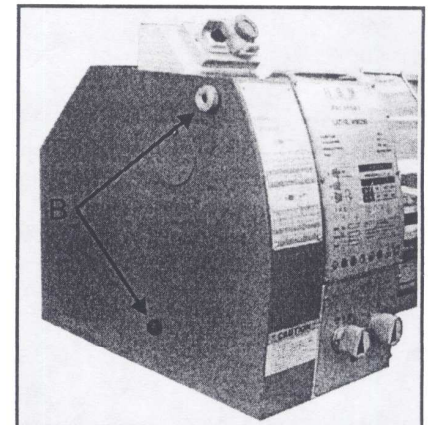

Fig.5
1. Afloje los dos tornillos de fijación (B, Fig. 5) y retire la cubierta protectora.